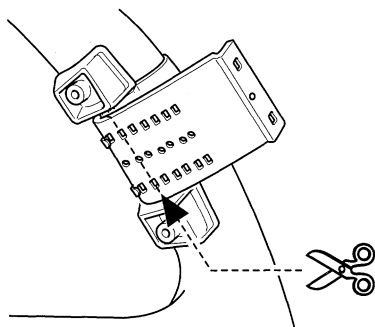

Fig. 11
2. Corte la porción extra de la correa en el centro del sujetador interior. (Fig 11)